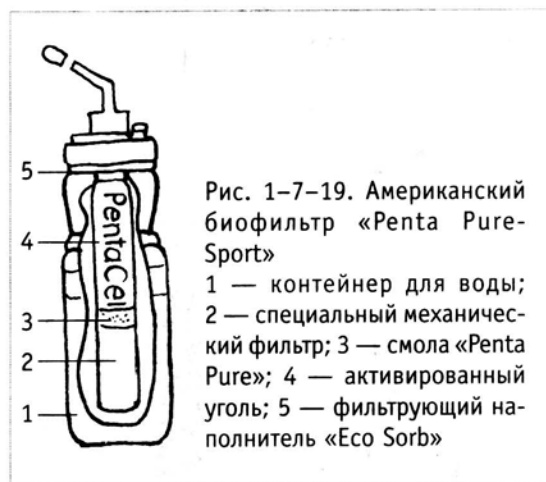

Рис. 1–7–19. Американский биофильтр «Penta Pure-Sport»
воды из любого чистого открытого водоема (река, озеро, родник). Фильтр представляет собой удобную бутылку весом 200 г. Емкость для чистой воды 0,5 л. Ресурс 375 л. Схема фильтра показана на рис. 1–7–19. В контейнер для воды (1) установлен фильтрующий модуль, включающий в себя четыре ступени очистки. Специальный механический фильтр 1 мкм (2) устраняет из воды хлорорганику и всевозможные загрязнения неорганического типа (песок, грязь и т. п.). Смола «Penta Pure» (3) уничтожает 99,99% бактерий, вирусов и паразитов, а также защищает поверхность активированного угля от развития бактерий. Активированный уголь (4) адсорбирует химические, промышленные и органические соединения. Фильтрующий наполнитель «EcoSorb» (5) удаляет из воды остаточный йод, плохой запах и вкус.